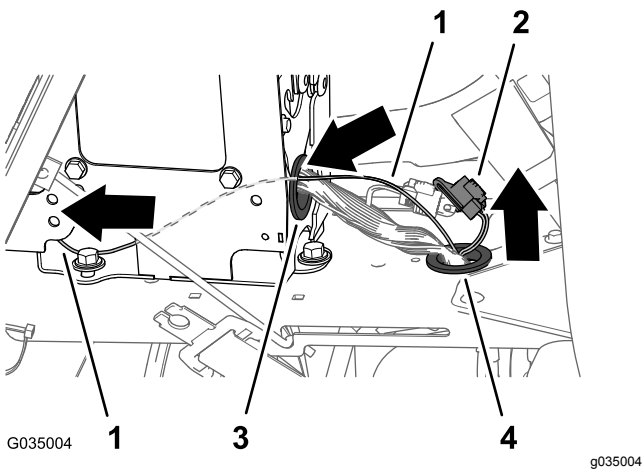

Bild 114
4. Verlegen Sie den 81-cm-Zweig des hinteren Kabelbaums entlang des vorderen Kabelbaums und nach oben durch die Scheibe im Konsolenkanal (**Bild 114**).
5. Verlegen Sie den 81-cm-Zweig des hinteren Kabelbaums nach vorne entlang des vorderen Kabelbaums und durch die Scheibe an der Rückseite der mittleren Konsole (**Bild 114**).